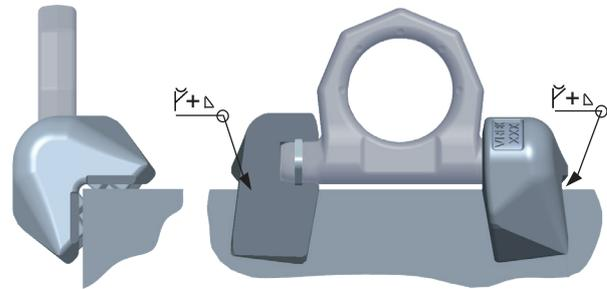

Abb. 3: Schweißnaht
- Schweißen Sie im Anschluss die Decknähte. Beginnen Sie an der Innenseite. Die beschriebene Schweißreihenfolge muss zwingend eingehalten werden. Entnehmen Sie dazu sowohl Nahtart als auch Nahtgröße aus Abb. 3 und Tabelle 2.